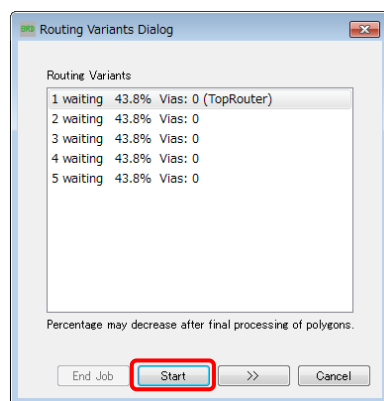

図 29
- ② Routing Variants Dialog に切り替わります。図 29